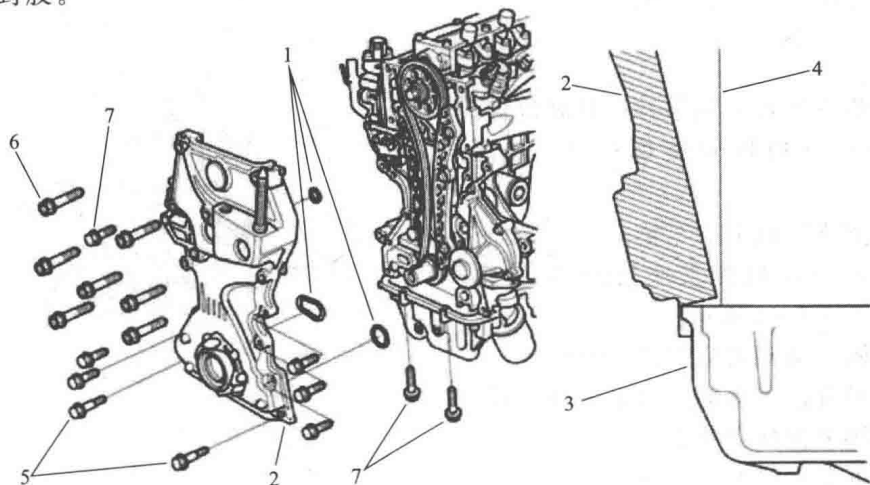

图 1-1-30
(13) 在机油泵的油底壳接合面上均匀地涂抹密封胶。
(14) 如图 1-1-30 所示, 将新的 O 形圈 1 安装到机油泵上。将机油泵 2 的边缘固定到油底壳 3 的边缘上, 然后将机油泵安装到发动机气缸体 4 上。松松地安装定位螺栓 5, 然后紧固 M8mm 螺栓 6, 紧固 M6mm 螺栓 7 和定位螺栓, 清除油底壳和机油泵接合部位多余的密封胶。